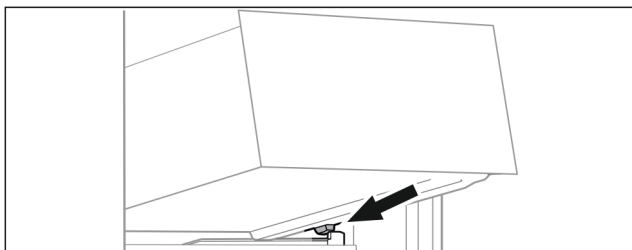

Fig. 68
- ▶ Așezați sertarul oblic în spatele opritoarelor pe nervura recipientului. (vezi Fig. 68)